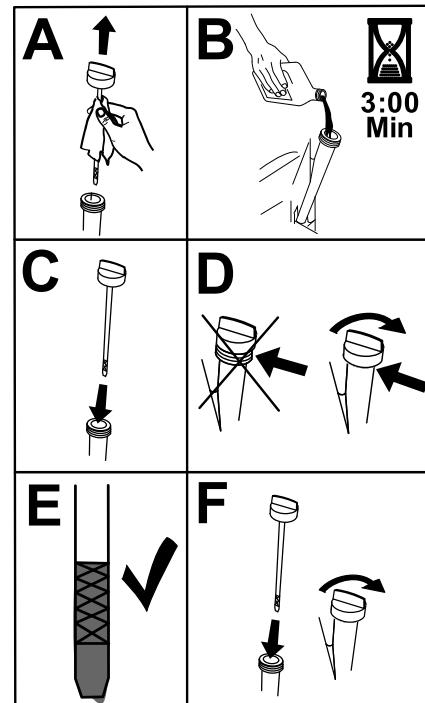

Figura 38
- Vierta lentamente un 80% aproximadamente del aceite especificado por el tubo de llenado, luego añada lentamente el resto del aceite hasta que llegue a la marca de Lleno (Figura 38).